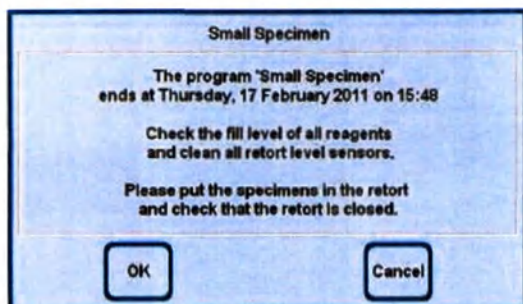

Рис. 193
6. При запуске программы выводится сообщение (рис. 193), информирующее о предположительном времени окончания программы и предлагающее пользователю проверить уровень наполнения реактивов и закрыть реторту.